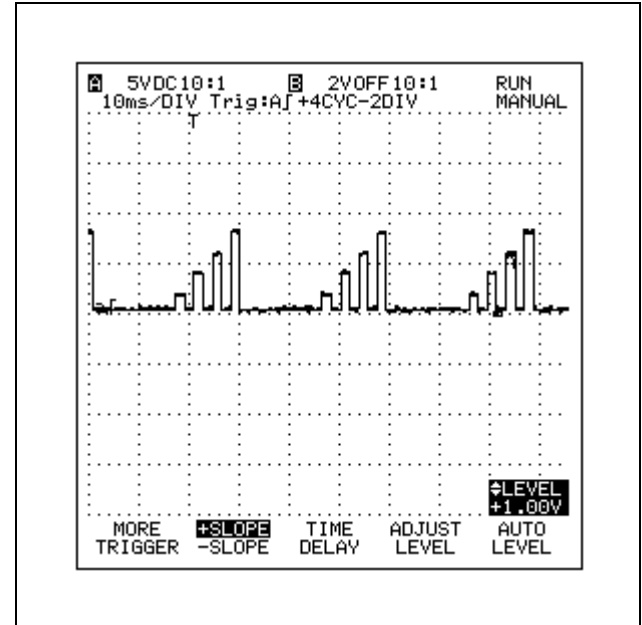

Abbildung 8-9 Triggerung im N-CYCLE-Betrieb
4. Betätigen Sie , um den Triggerpegel auf ca. 1,00 V einzustellen (siehe Abbildung 8-9).
Die N-CYCLE-Reihenfolge beginnt an einer zufällig gewählten Stelle innerhalb der Ereignisfolge. Im N-CYCLE-Betrieb werden die Triggerimpulse gezählt und nach dem n-ten Auftreten (in diesem Beispiel nach dem 4. Auftreten, siehe Abbildung 8-9) wird ein Triggerausgangssignal ausgegeben. Auf diese Weise bleibt die Synchronisation erhalten, so daß die Signalform immer auf den n-ten Impuls der Folge getriggert wird. Im N-CYCLE-Betrieb kann nur an INPUT A getriggert werden.